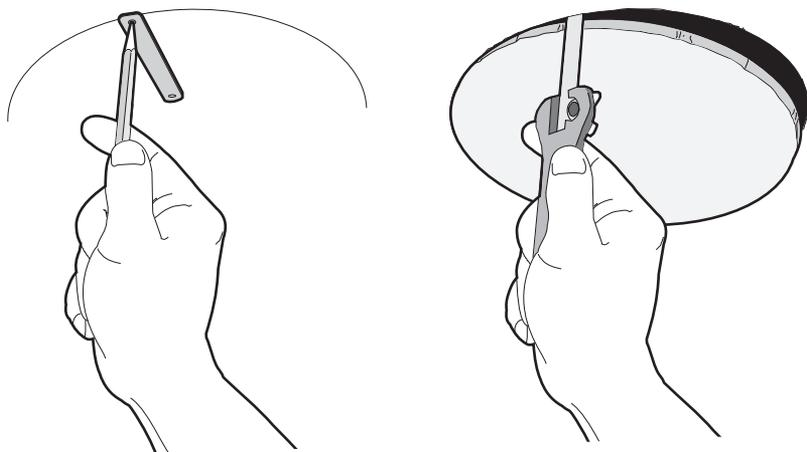

Figura 1. Preparação do teto
1. Prepare o teto (consulte figura 1):
1. Prepare o teto (consulte figura 1 na página 8):